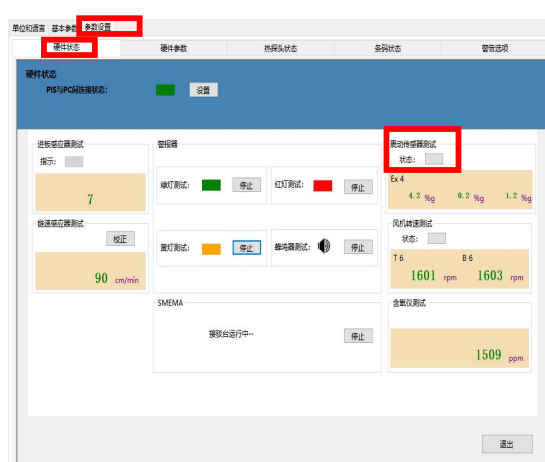

图 2
b. 点击软件参数设置，在点击硬件状态，震动传感器测试如图 2；